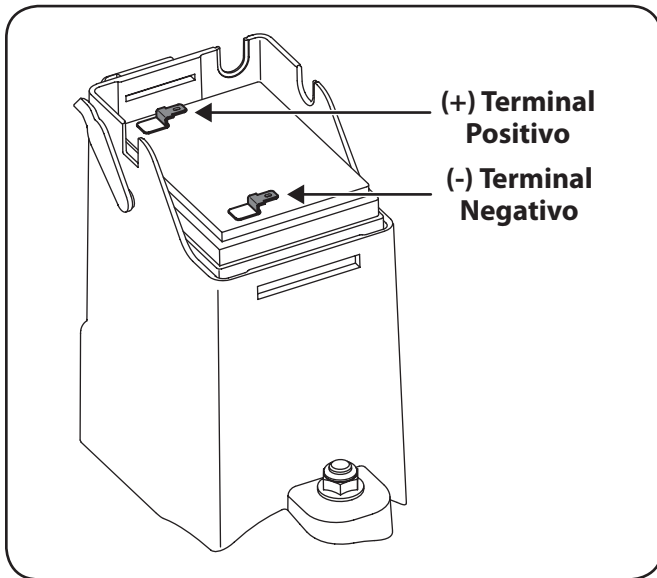

Figure 7-3
3. Reemplace por una nueva batería. Conecte el conductor positivo (rojo) al lado positivo del paquete de batería, luego conecte el lado negativo (negro). Vea Figure 7-3.